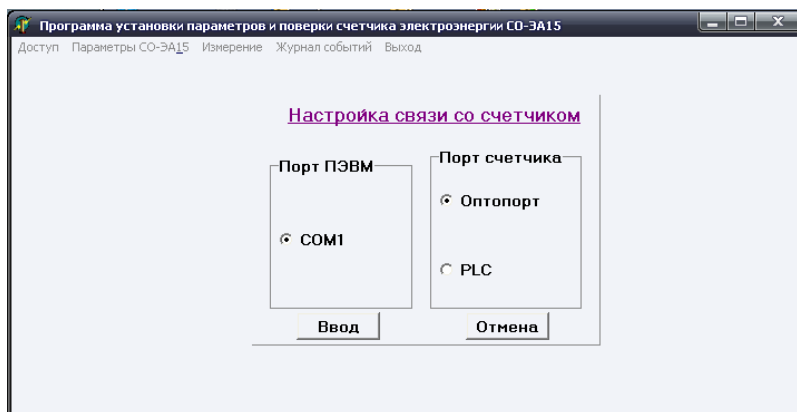

Рисунок 2.2 – Вікно програми параметризації лічильника
2) при запуску програми параметризації в центрі вікна (рисунок 2.2) виводиться панель настроювання зв'язку з лічильником. Виконати вибір порту і натиснути кнопку **Ввод**.